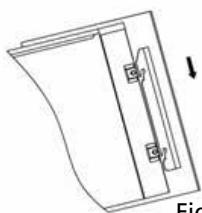

Fig. 6
- Posizionare la cornice di vetro anteriore sulla parte davanti al fuoco allineando le fessure nelle staffe su ciascun lato del pannello in vetro con le alette ai lati del fuoco - vedere la Fig. 6.